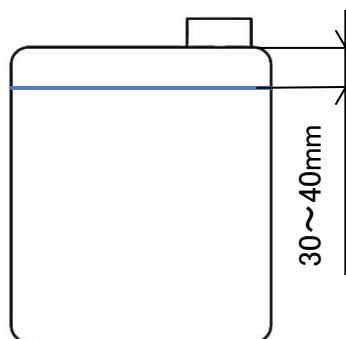

図3
**給水量の目安:約10L または 図3の水位**
- ④ 漏斗に栓をする。
- ⑤ プラスドライバーを使用して、本器向かって右側の側板を取り付ける。